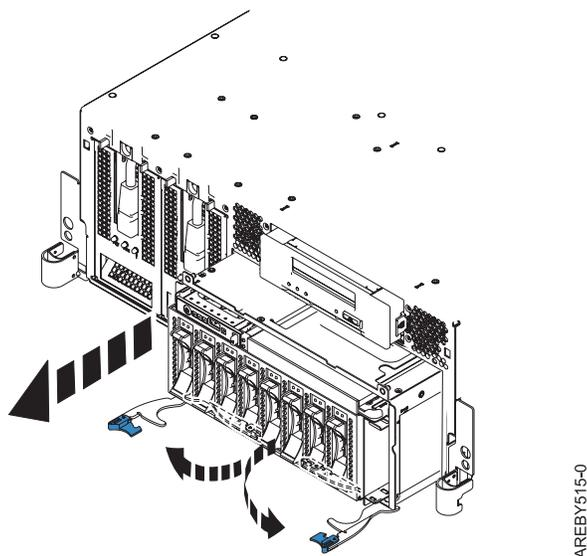
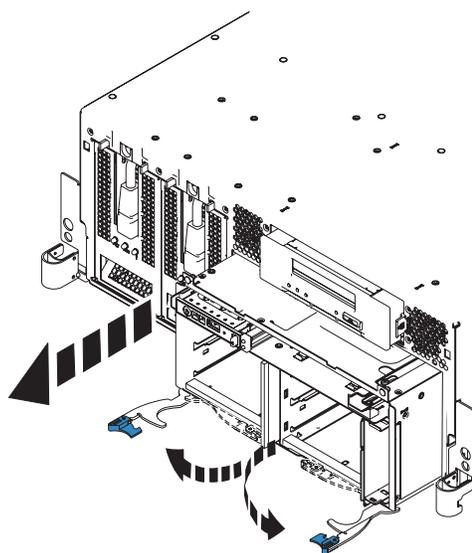

Figura 8. Remover a parte traseira com várias unidades de disco
Figura 9. Remover o painel posterior vazio da unidade de disco
14. Solte o painel posterior da unidade de disco puxando as pegas e abrindo ao centro do painel posterior, como está demonstrado na Figura 8 e Figura 9.